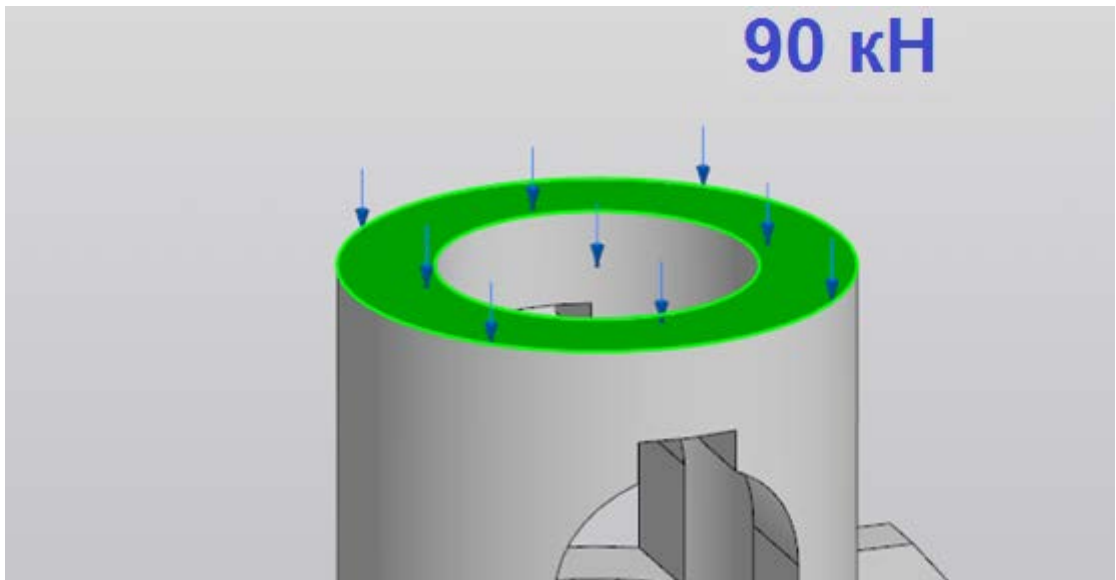

Рис. 2. Направление приложения нагрузки для выполнения статического расчёта
3. При помощи средств выбранной САПР (КОМПАС-3D или T-FLEX CAD) выполните статический расчёт с условием, что нижняя грань основания *корпуса* закреплена, а на верхнюю грань *корпуса* приложена распределённая нагрузка, равная 90 кН (рис. 2). Необходимо предоставить снимок экрана (скриншот) с цветной картой распределения напряжений и снимок экрана (скриншот) с деревом построений прочностного анализа.